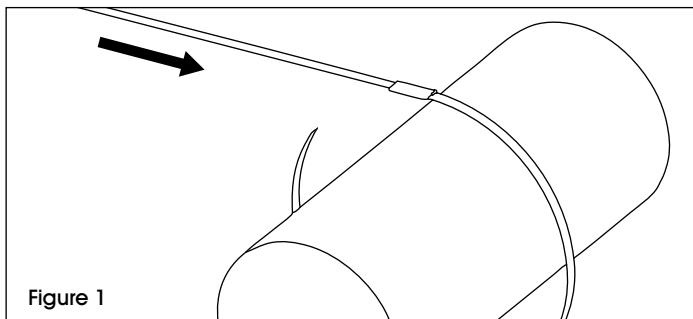

Figure 1
- Tirez le cerclage du chariot et placez-le autour de la charge. Placez le joint en vous assurant que le côté plat soit situé du côté extérieur du feuillard. (Voir Figure 1)